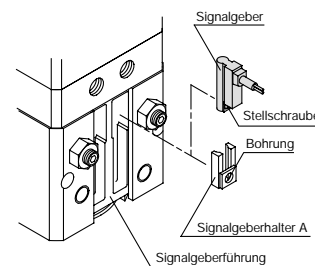

Abb. 2
- Führen Sie Halter A in die Signalgeberführung an der Greifereinheit ein (Abb. 2).